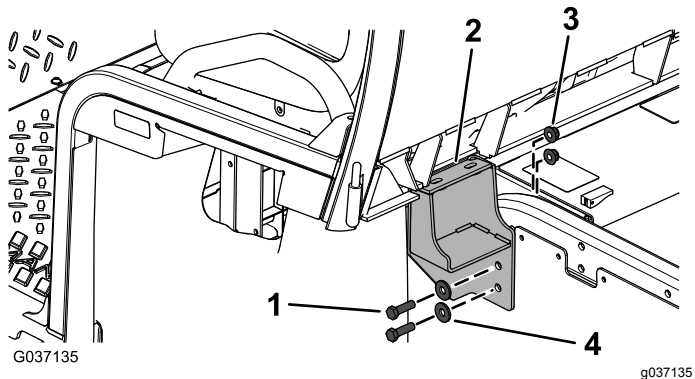

Figura 7
- Instale sem apertar os suportes esquerdo e direito da cabina utilizando os 8 parafusos de cabeça sextavada (⅜ pol. x 1¼ pol.), anilhas (⅜ pol.) e porcas flangeadas (⅜ pol.) como se mostra na Figura 7.
7. Aperte os suportes esquerdo e direito e os parafusos com 58 Nm como se mostra na Figura 7.